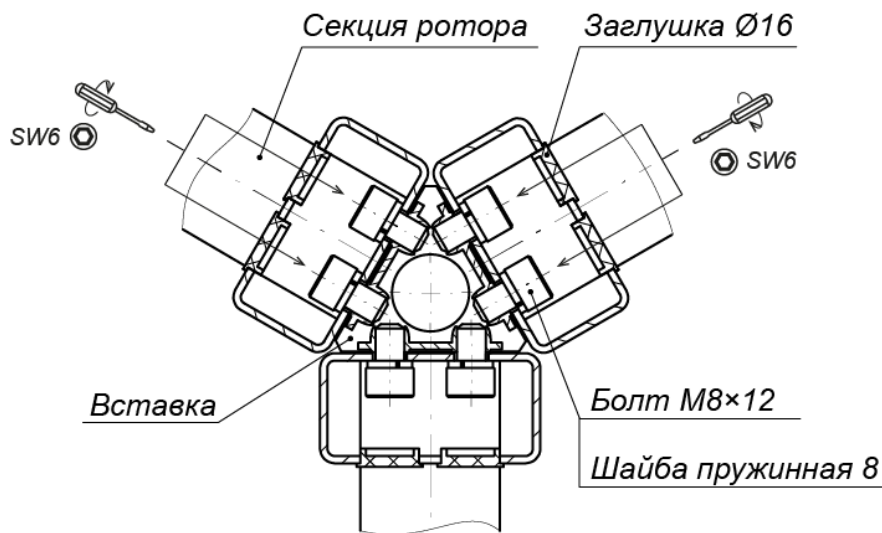

Рисунок 20. Схема соединения секций ротора (1)
- Последовательно закрепите на элементах крепления установленной секции ротора две оставшиеся секции, используя 4 болта М8×14 для верхних точек крепления и 20 болтов М8×12 (ключ SW6) для остальных точек крепления с пружинными шайбами (см. рис. 20). Для монтажа данных болтов рекомендуется использовать инструмент с возможностью фиксации в нем закручиваемого болта, к примеру, для ротора из стали – инструмент с магнитным наконечником (для ротора из нержавеющей стали применены болты также из нержавеющей стали, поэтому для этой цели нужно использовать липкую ленту, намотанную на наконечник, или подходящий пластичный материал).
- Проверьте вертикальность положения ротора с помощью уровня. При необходимости устраните отклонение от вертикальности путем смещения балки привода (8) в пределах допуска монтажных отверстий под шпильки и болты. Окончательно затяните болты и гайки крепления балки привода.